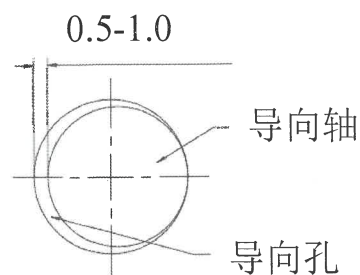
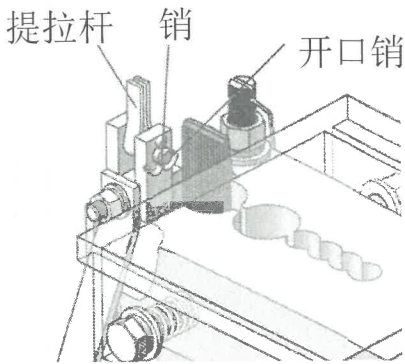

图 7
图 8
2.3.3.弹簧块的导向孔和导向轴间隙满足图 7 要求，安全钳水平移动灵活且方向正确，提拉杆部件安装后，应使用开口销限制提拉杆、销和连接件(图 8)。